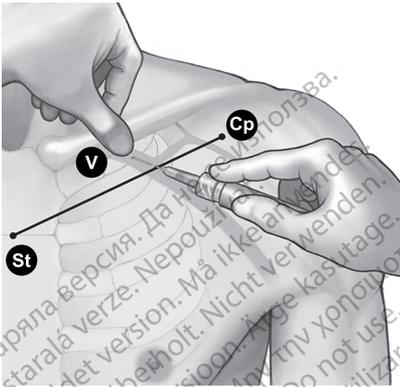

Abbildung 8. Platzierung des Daumens und Einstichstelle der Nadel
- Drücken Sie den Daumen gegen den Zeigefinger und zielen Sie 1-2 Zentimeter unterhalb der Clavicula, um den Musculus subclavius vor der Nadel zu schützen. (Wenn eine Hypertrophie des Musculus pectoralis erkennbar ist, sollte der Daumen auf einen Punkt ca. 2 Zentimeter unterhalb der Clavicula zeigen, da der Musculus subclavius ebenfalls hypertrophiert sein könnte) (Abbildung 8 Platzierung des Daumens und Einstichstelle der Nadel auf Seite 24).